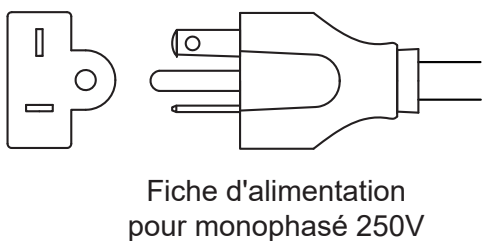

Figure 9. Fiche d'alimentation de l'onduleur
14. Mettre l'interrupteur de protection du circuit de l'onduleur hors tension et débranchez la fiche d'alimentation (Figure 9). Lors du débranchement, ne pas tenir le câble. Des problèmes tels que la rupture du câble pourraient se produire.